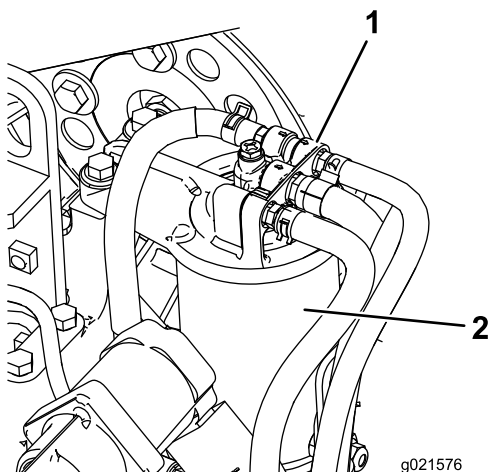

Figura 30
1. Limpie la zona alrededor del cabezal del filtro de combustible (Figura 30).
2. Retire el filtro y limpie la superficie de montaje del cabezal del filtro (Figura 30).